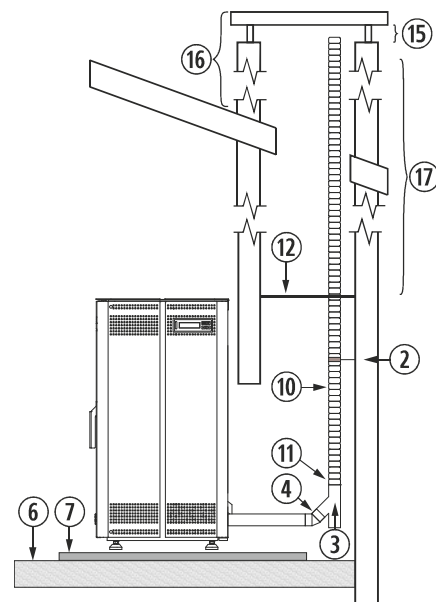

Figura 6
4.26. A instalação numa chaminé de obra pode ser feita em toda a sua totalidade em tubo flexível, tal como indicado na *figura 6*. Devemos ter especial cuidado na hora de realizar o isolamento entre a chaminé e o tubo da saída de gases para evitar possíveis retrocessos de gases em caso de tempestade.
②	Abraçadeira de união de aço inox.
③	Tê de 135° com registro.
④	Curva de 45°.
⑥	Chão de madeira.
⑦	Protector de chão incombustível.
⑩	Tubo de aço inox flexível.
⑪	União adaptadora de flexível a rígido.
⑫	Isolante anti-retrocesso.
⑮	Mínimo 200mm.
⑯	Deve ultrapassar o teto em 1 metro.